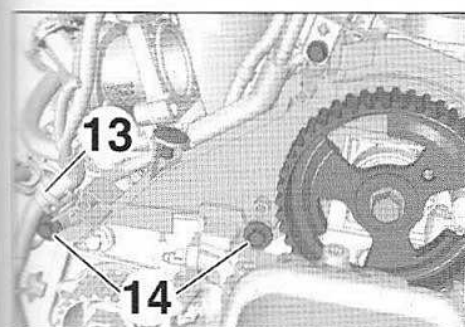

FIG.103
- Déposer (Fig.103) :
- l'agrafe (13),
- les vis (14).